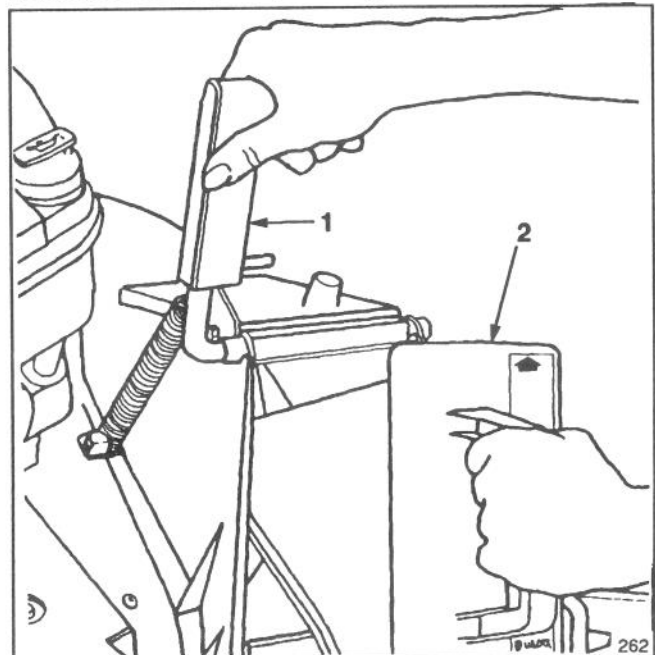

Abb. 10
1. Sicherstellen, daß der Motor ausgeschaltet ist. Die Auswurfsklappe öffnen: den Griff nach vorwärts ziehen, die Auswurfsklappe nach hinten bewegen (Abb. 10). Den Griff der Auswurfsklappe festhalten, damit die gefederte Tür nicht wieder zuspringt, während der Mulchstöpsel eingeführt wird.
2. Da der Mulchstöpsel etwas breiter als die Öffnung des Auswurftrunnels ist, muß der Mulchstöpsel beim Einführen etwas im Uhrzeigersinn gedreht werden (Abb. 10). Sicherstellen, daß der Pfeil auf dem Mulchstöpsel-Aufkleber nach oben zeigt.